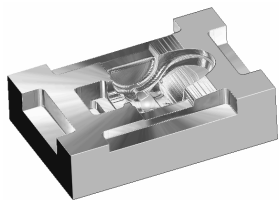

图 4-40 二次粗加工仿真切削结果
3) 在 PowerMILL “仿真控制”工具栏中单击“运行”按钮，系统即进行二次粗加工仿真切削，其结果如图 4-40